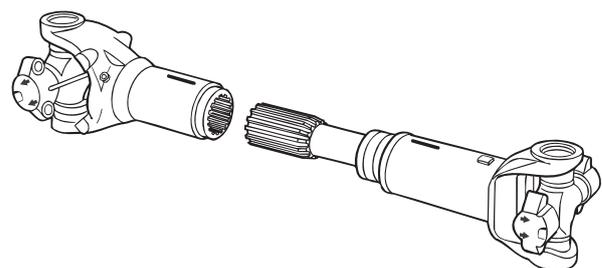

Figura 4.14
4. Puxe as seções do garfo deslizante e do eixo, separando-as. Figura 4.14.